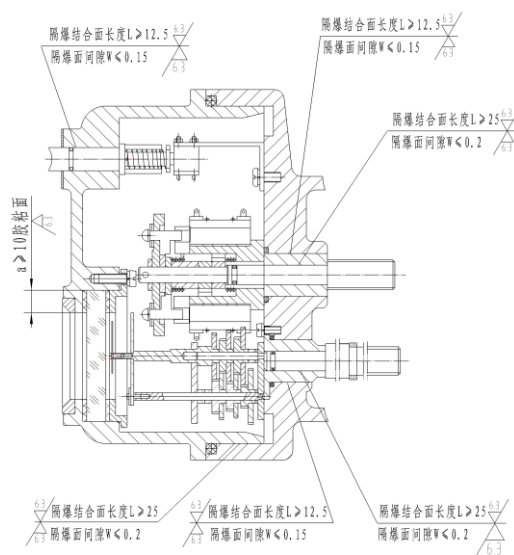

图4 电气箱的隔爆结构图
a) 组成电动装置外壳的隔爆接合面应符合 GB/T3836.2-2021 第 5 章的规定, 隔爆结构见图 4~6;